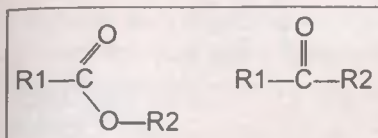

Рис. 48
- V. Карбонильные соединения (альдегиды и кетоны) (рис. 48).